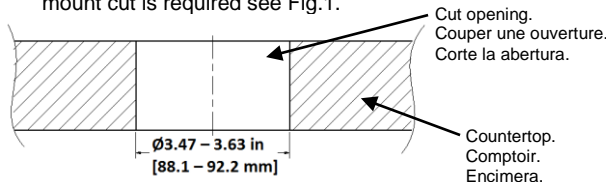

Fig. 1
- To mount catalog RCT2x0 and RCT4x0, a surface mount cut is required see Fig. 1.
- Pour fixer les numéros de catalogue RCT2x0 et RCT4x0, une coupe pour montage en surface est requise. Consulter la Fig. 1.
- Para montar el catálogo RCT2x0 y RCT4x0, corte de montaje en superficie véase Fig. 1.